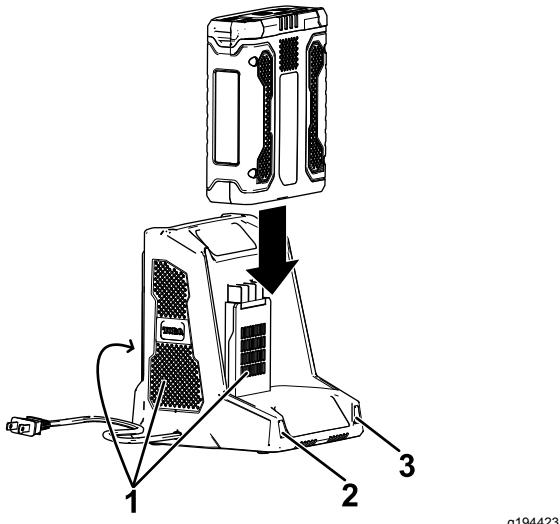

Figure 24
- 4. Glissez la batterie dans le chargeur jusqu'à ce qu'elle soit bien enclenchée (Figure 24).